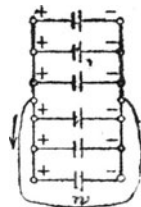

Fig. 23.
Elemente können entweder alle in Reihenschaltung (Hintereinanderschaltung) (Fig. 22) oder in Parallelschaltung (Fig. 23) oder in Reihenparallelschaltung (auch gemischte Schaltung genannt) (Fig. 24 a u. b) ver-
Ist in Fig. 23  $m$  die Anzahl der parallel geschalteten Elemente, so wird
- b) alle Elemente nach Fig. 23 parallel geschaltet werden,